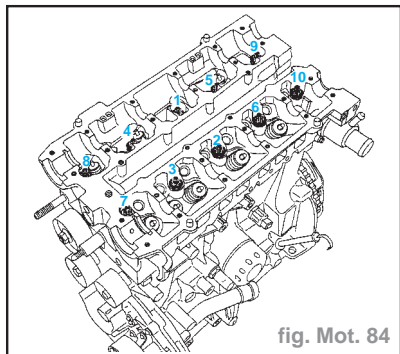

fig. Mot. 84
- Serrage de toutes les vis à **2 daN.m** dans l'ordre préconisé (fig. Mot. 84).